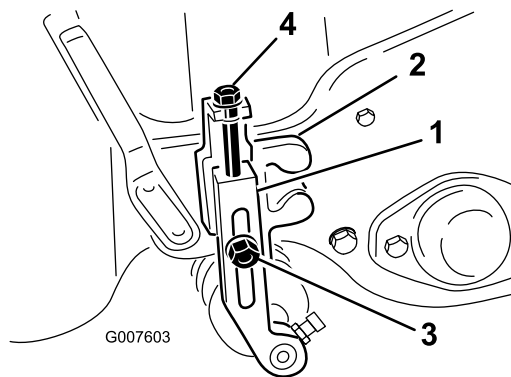

图54
2. 松开将剪草高度臂固定到剪草高度支架上的锁紧螺母（图 54）。